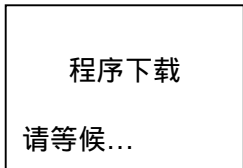

图 7-3-34 程序下载状态
- (1) 用串口线将数据采集器与安装有数据采集器在线下载软件的计算机相连,接通数据采集器电源。
- (2) 按“电源”键后立刻按“更新”键,数据采集器进入程序下载界面(图 7-3-34)。